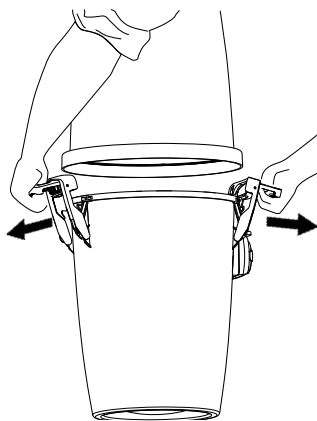

Fig.22
1. Frigör de två handtagen som håller fast dammbehållaren. Det är lätt att låsa upp handtagen, man lyfter uppåt tills det tar emot. När man drar handtagen utåt, bort från dammsugaren, frigörs behållaren. Fig. 22.